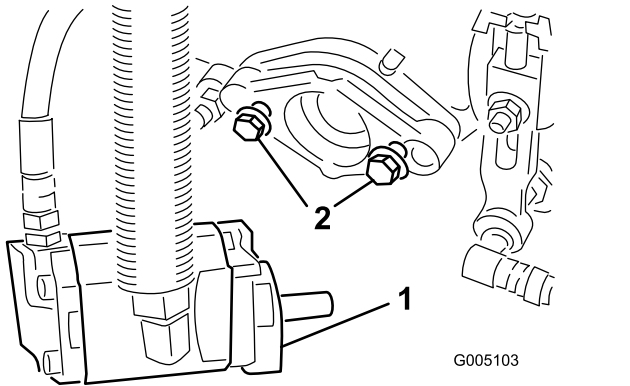

图 8
6. 确保每个滚刀驱动马达安装螺栓都有大约 13mm 的螺纹露在外面图 8。
9. 然后旋紧安装螺栓图 8。